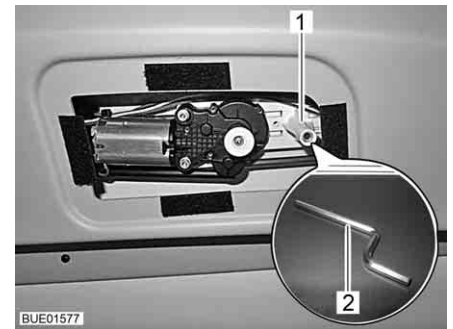

Fig. 35 Desbloqueo de emergencia del oscurecedor de la luna delantera
- Insertar el brazo largo de la llave hexagonal entregada (Fig. 35,2) en el alojamiento (Fig. 35,1).